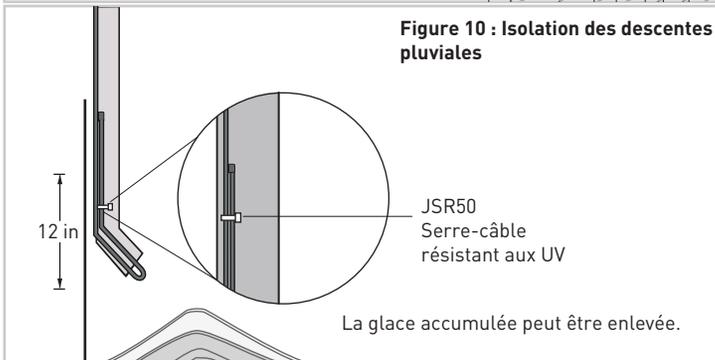

Figure 10 : Isolation des descentes pluviales
- Faire passer le câble chauffant le long des gouttières et dans les descentes pluviales, jusqu'en dessous du niveau de congélation. La fixation permanente du câble au fond de la gouttière n'est pas nécessaire. Boucler le câble chauffant dans les descentes pluviales. Ne pas laisser l'extrémité du JHSF1 dans l'air à l'extrémité du tuyau de descente comme le montre la figure 10.